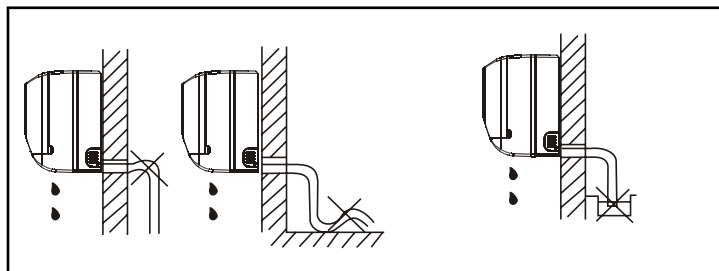

fig.3
2. Non piegare o torcere il tubetto di scarico della condensa per evitarne l'ingolfamento; non immergere direttamente in acqua l'estremità del tubetto (fig.3).